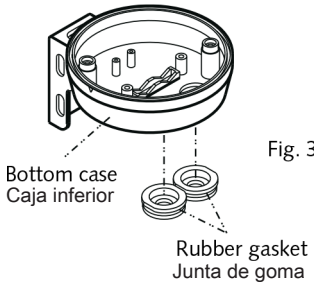

Fig. 3
- 1. Coloque las dos juntas de goma en los dos agujeros para entrada de cables en la caja inferior (Vea la fig. 3).
- 1. Insert the two rubber gaskets into the two cable entry holes at the bottom case (See fig. 3).